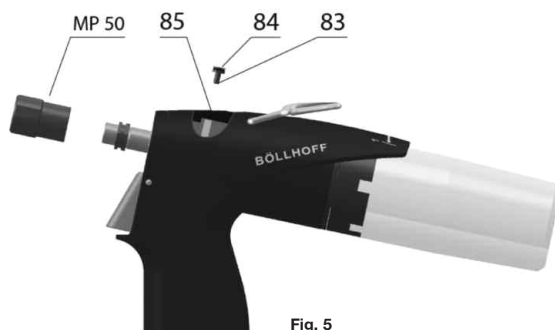

Fig. 5
- 2- Svitare la vite (fig.5 – pos.83) con l'o-ring (fig.5 – pos.84) utilizzando la chiave n° 3. Non togliere la guarnizione idraulica (fig. 5 pos.85)
- 10 - Rimontare la vite di spurgo (fig. 5 pos. 83)